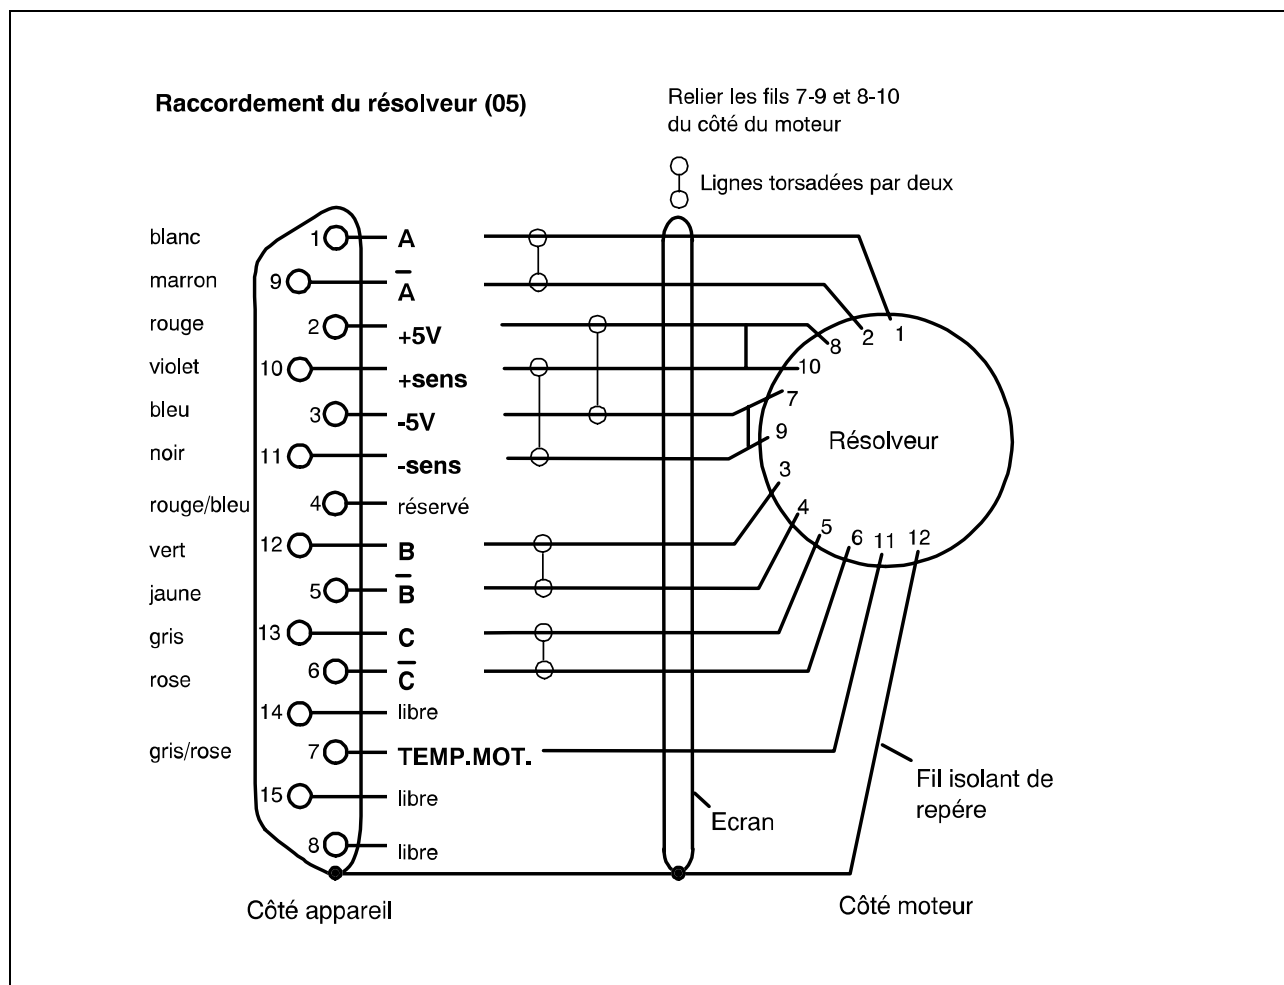

Figure 2-11 Câblage du résolveur
1. Liaison du côté de l'appareil: braser les fils du câble du résolveur conformément à la figure 2-11 sur la broche de sortie de la fiche à 15 pôles Sub-D.
5. Torsader les fils du câble du résolveur par deux conformément à la figure 2-11.
6. Effectuer la liaison du côté du moteur au moyen de fiches coaxiales à 12 pôles + PE conformément à la figure 2-11. En même temps, amener l'écran sous la décharge de traction.